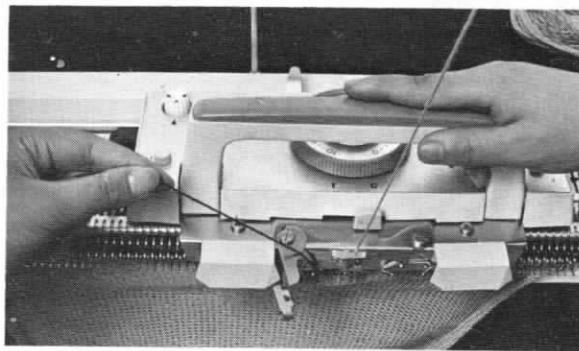

Fig. 85
1ª pasada: Enhebrar el color de base en un alimentador. Con la mano izquierda llevar la lana fina color 2 de forma a que la guíe el distribuidor auxiliar izquierdo (Fig. 85).
- b) La lana que ha de ser llevada por el distribuidor auxiliar no debe enhebrarse nunca en el guía-hilos principal. Se llevará siempre con la mano izquierda (ver Fig. 85).